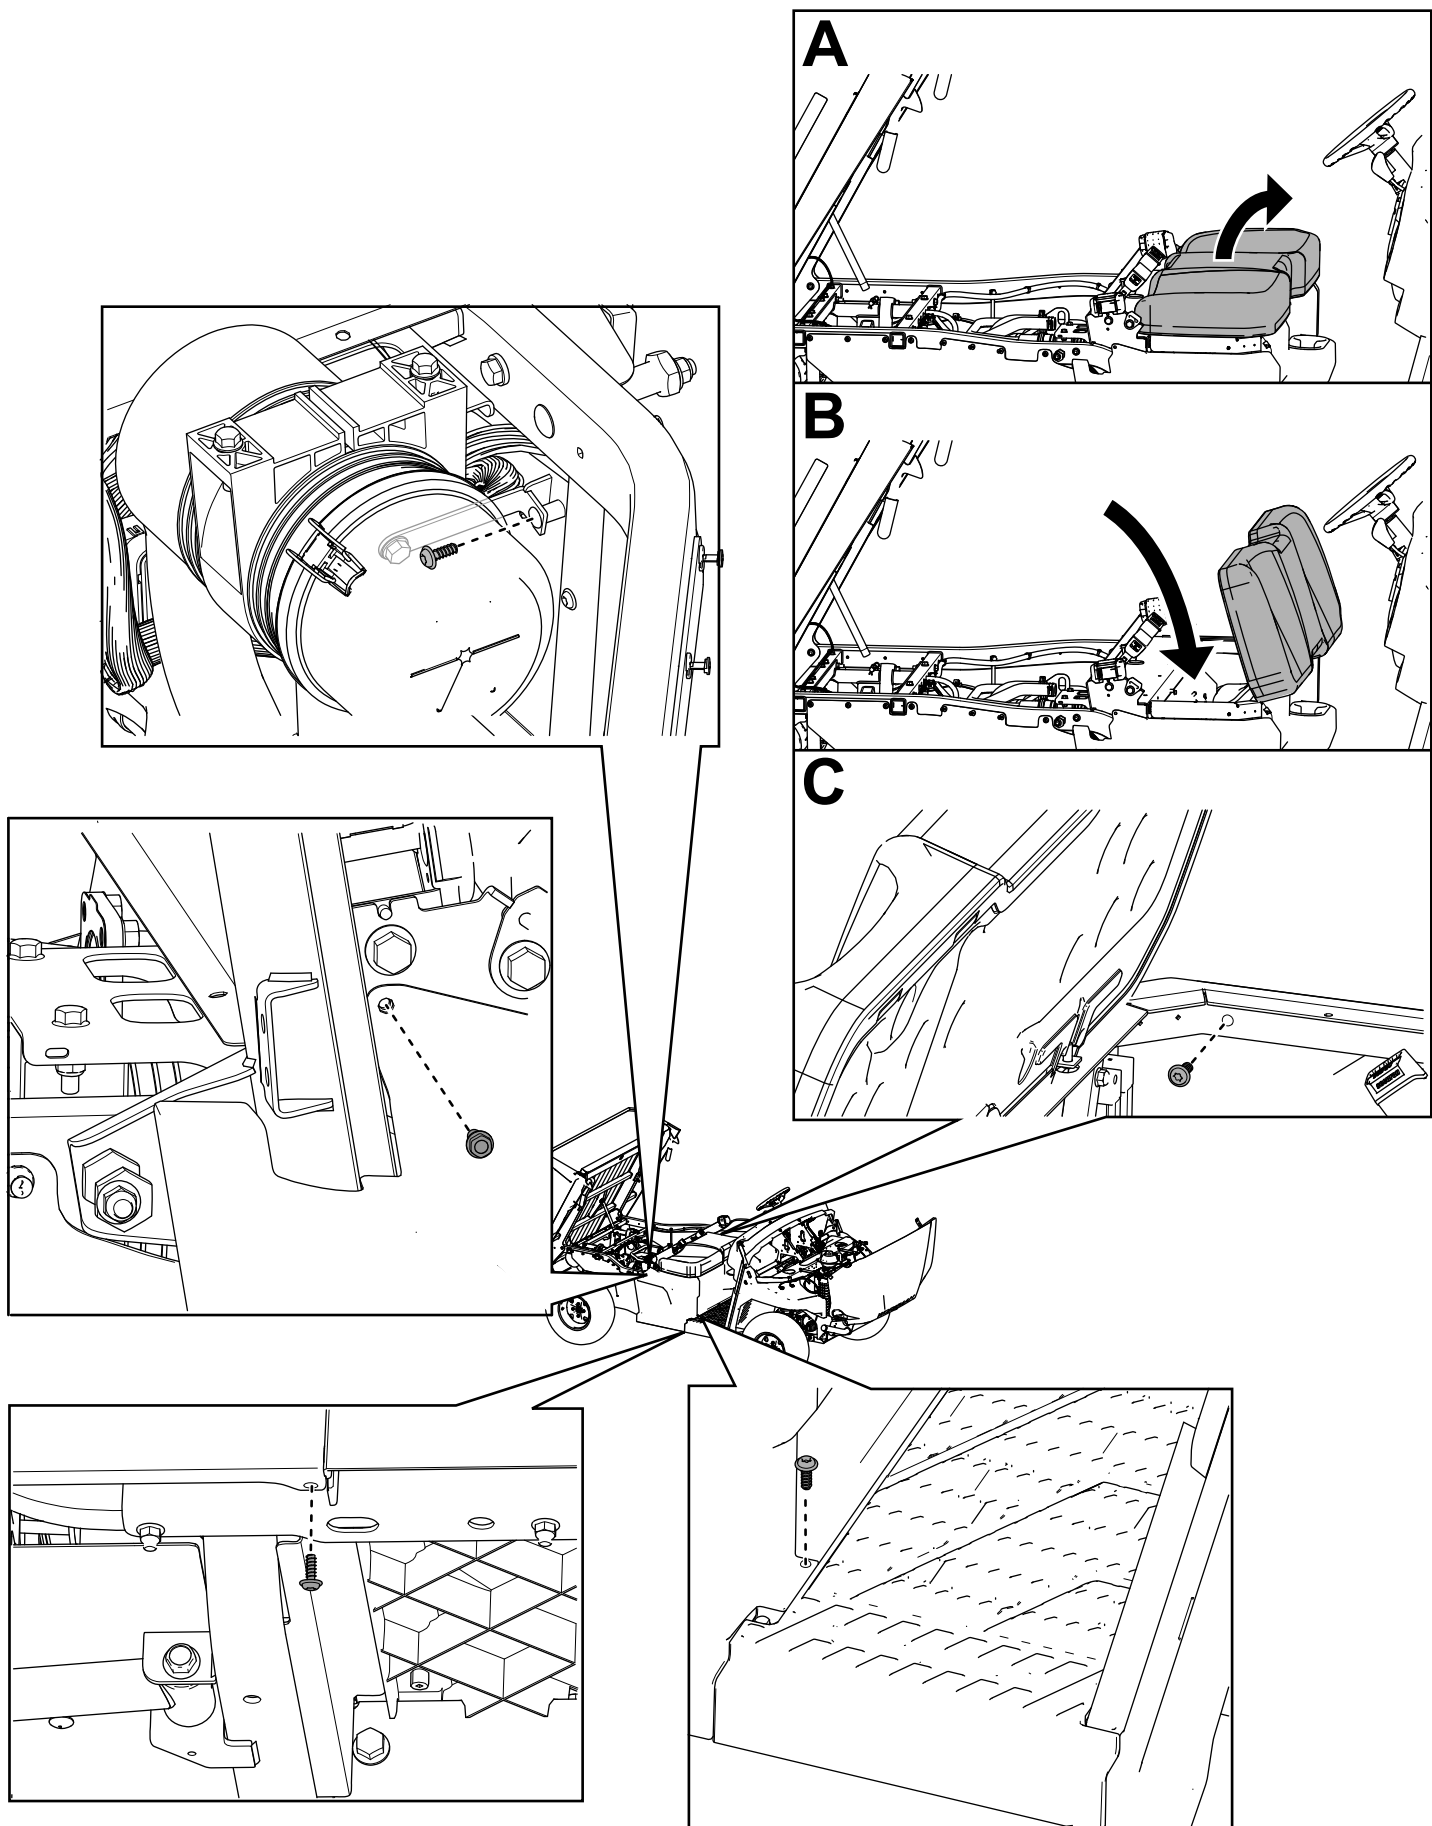

Figura 34
22. Fije los paneles de la base del asiento izquierdo y derecho con los pernos de cabeza hexagonal con arandela prensada ($\frac{1}{4}$ " x $\frac{3}{4}$ " que retiró anteriormente, según se muestra en la Figura 34.